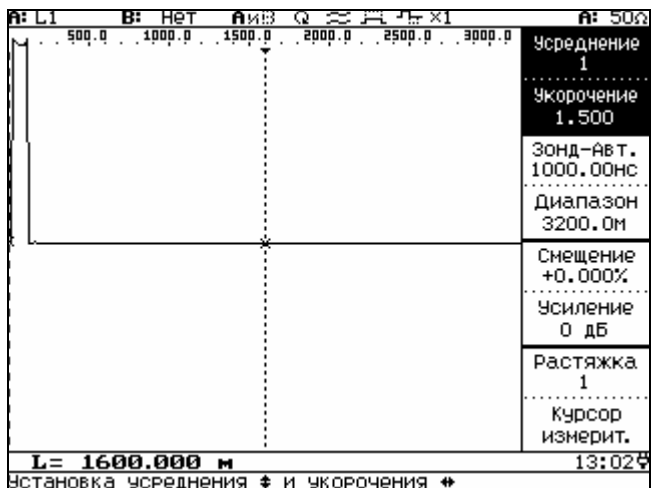

Рисунок 6.10
**6.3.9 Режим изменения параметров усреднения и коэффициента укорочения** (рисунок 6.10) выбирается нажатием кнопки **F1**.